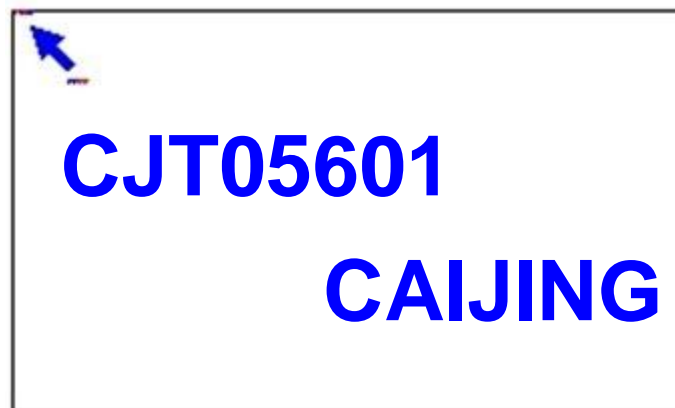

图 3-11：图形光标的显示
5. 写入 GCHP0(REG[80h])、GCHP1(REG[81h])、GCVP0(REG[82h])、GCVP1(REG[83h]) 来改变图形光标位置，请参考图 3-11 的显示范例。